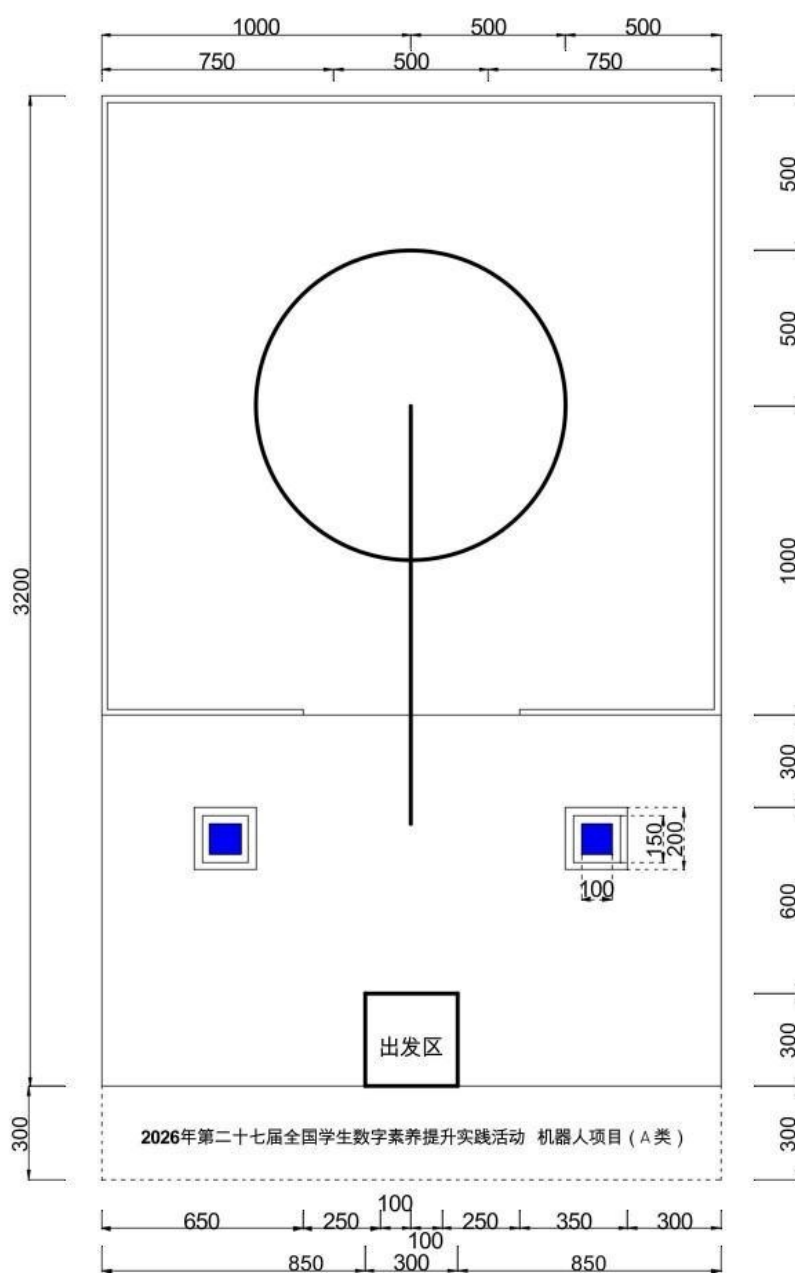

图 1-1 小学组场地俯视示意图
1. 场地为大小约3200mm×2000mm的喷绘地图（以现场提供为准），圆与线段均为宽度约为15-20mm的黑色实线，如图1-1至1-6所示。